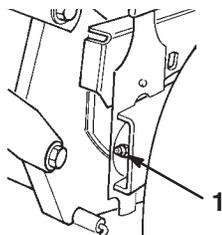

Figure 32
2. Essayez les graisseurs à l'aide d'un chiffon propre (Fig. 32).
3. Raccordez un pistolet à graisse au graisseur et injectez deux ou trois jets de graisse universelle au lithium N° 2 (Fig. 32).